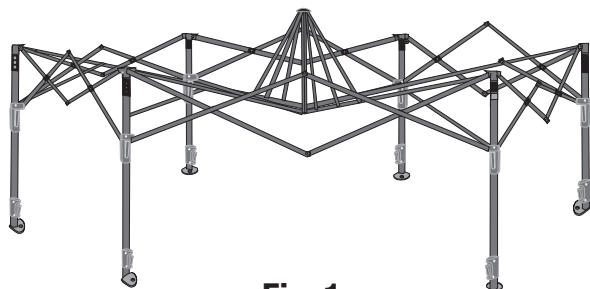

Fig. 1
- Avec une autre personne, tenez-vous chacun à des coins opposés de l'armature en diagonale, attrapez un pied et tirez pour déplier l'armature. (Fig. 1)